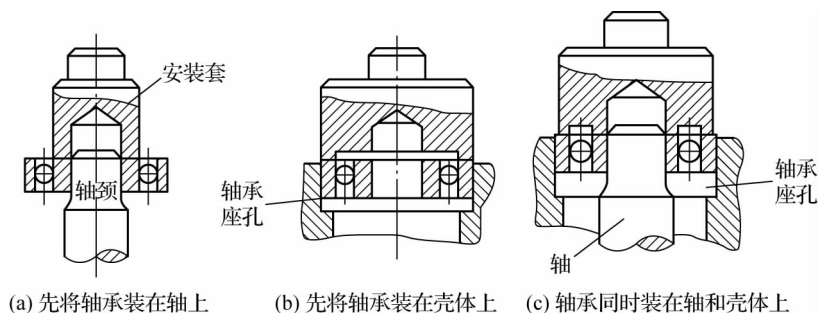

图 7-2 压入法装配滚动轴承
(1) 压入法。当轴承内孔与轴颈配合较紧、外圈与壳体配合较松时,应先将轴承装在轴上,如图 7-2(a)所示;反之,则应先将轴承装在壳体上,如图 7-2(b)所示。如轴承内孔与轴颈配合较紧,同时外圈与壳体也配合较紧,则应将轴承内孔与外圈同时装在轴和壳体上,如图 7-2(c)所示。